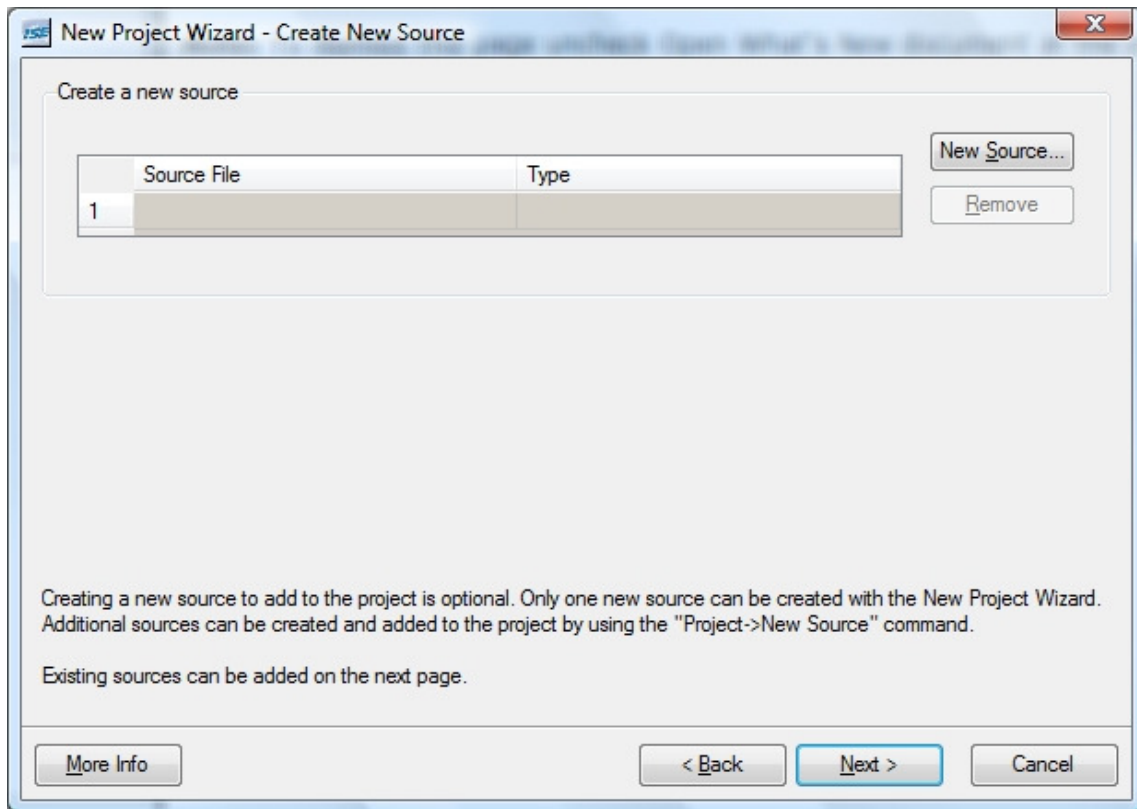

Figura 2.5
- Urmatoarele doua ferestre (Figura 2.5 si 2.6) dau posibilitatea adaugarii de fisiere sursa existente. In acest caz vor fi lasate necompletate.